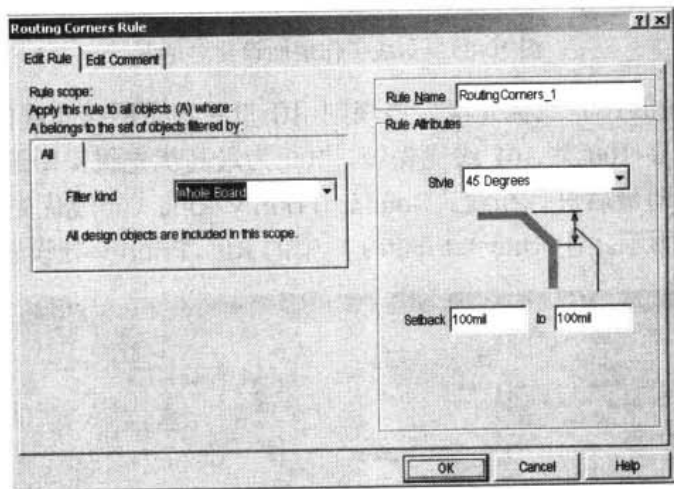
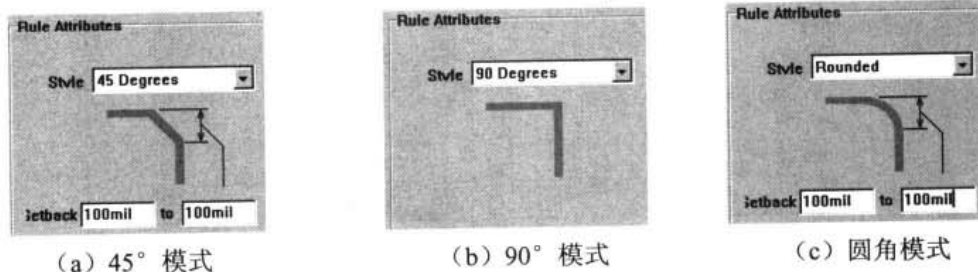

图 10-83 拐角模式参数设置对话框
图 10-84 拐角模式
- Routing Corners: 拐角模式。该规则用于定义走线拐角的形状和尺寸。Routing Corners Rule (拐角模式参数) 设置对话框, 即如图 10-83 所示。在 Style 下拉列表中有 3 种拐角模式可选: 45 Degrees ( $45^\circ$ )、90 Degrees ( $90^\circ$ )、Rounded (圆角), 如图 10-84 所示。若选用  $45^\circ$  和圆角模式, 则要求定义 Setback (缩进值)。